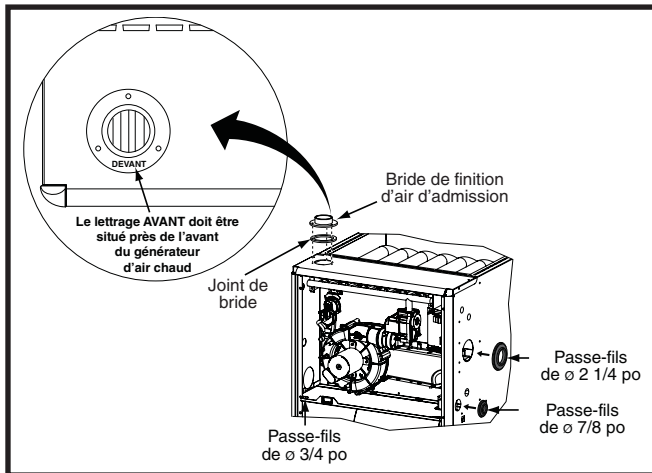
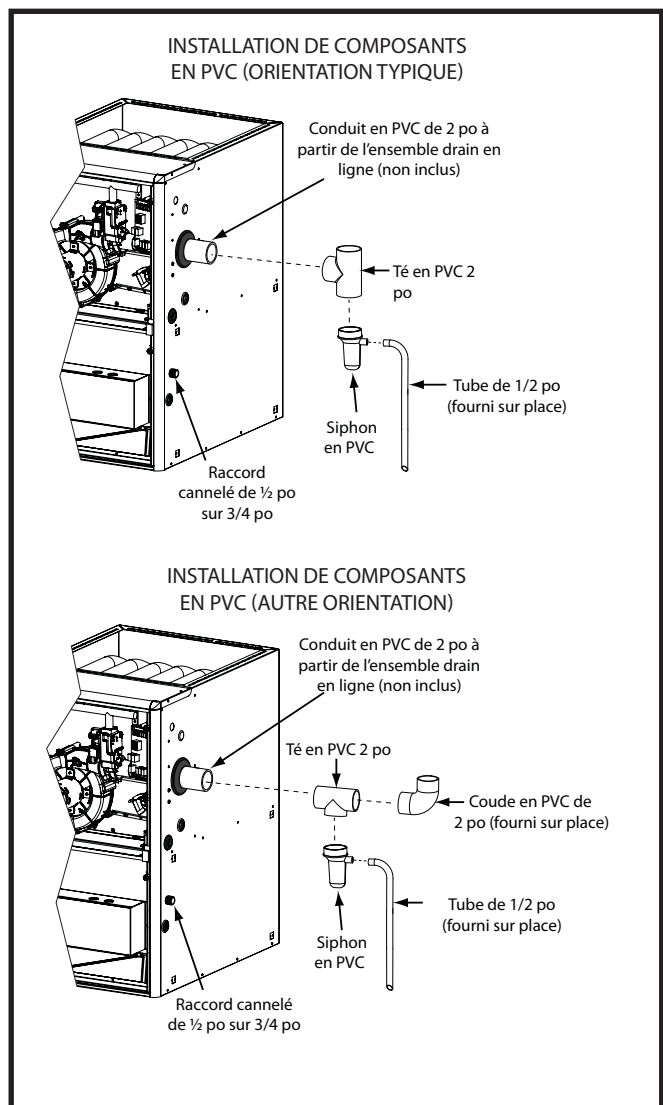

Figure 14. Bride de finition et passe-fils en caoutchouc
Figure 15. Composants en PVC
Les composants illustrés à la Figure 14 \(page 18\) et à la Figure 15 \(page 18\) sont inclus dans le sac de pièces supplémentaires fourni avec les générateurs d'air chaud *TE/*TN. Selon le type d'installation, certains de ces composants sont facultatifs et peuvent ne pas être utilisés. Veuillez vous reporter aux descriptions et aux figures d'accompagnement pour installer ces éléments.
2. Placer la bride de finition sur le dessus du joint d'étanchéité de bride. **REMARQUE** : S'assurer que la bride est bien orientée de façon à ce que le lettrage AVANT soit situé à proximité de l'avant du générateur d'air chaud, comme indiqué à la Figure 14.
Le passe-fils en caoutchouc de 2 1/4 po est utilisé pour assurer l'étanchéité de l'ouverture entre l'armoire du générateur d'air chaud et le conduit d'évent en PVC de 2 po. Il faut installer le passe-fils en caoutchouc dans le trou de 3 po avant de sortir le conduit d'évent de l'armoire. Aucun produit d'étanchéité n'est requis. Consulter la Figure 14.
- Le conduit en PVC de 2 po illustré à la Figure 15 n'est pas fourni dans le sac de pièces supplémentaires.
Le té et le siphon en PVC de 2 po sont utilisés lorsque l'inducteur est orienté pour faire sortir l'évent du côté gauche ou du côté droit de l'armoire du générateur d'air chaud. Consulter la Figure 15.
1. Installer le té en PVC à la verticale sur le conduit d'évent de 2 po qui sort par le côté de l'armoire. Coller les deux éléments ensemble de façon permanente au moyen de l'apprêt et de la colle appropriés. Se reporter à l'orientation typique illustrée à la Figure 15.
1. Installer le té en PVC à l'horizontale sur le conduit d'évent de 2 po qui sort par le côté de l'armoire. Coller les deux éléments ensemble de façon permanente au moyen de l'apprêt et de la colle appropriés. Se reporter à l'autre orientation illustrée à la Figure 15.